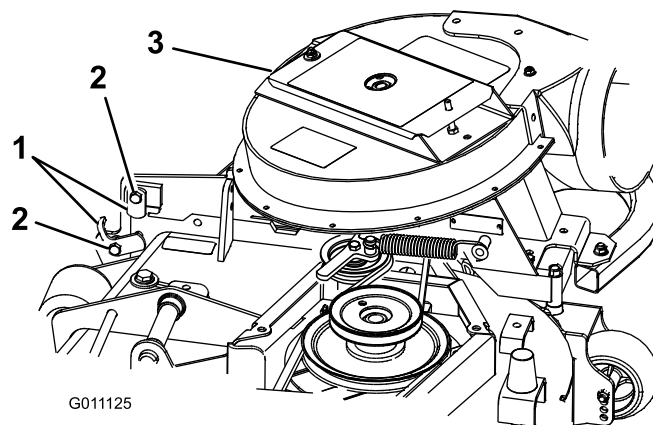

Figura 17
3. Chiudete il gruppo soffiatore per vedere se i dispositivi di fermo sono regolati correttamente. Allentate o serrate il bullone in modo che i dispositivi di fermo tengano saldamente il gruppo soffiatore contro il piatto di taglio, ma possano essere rilasciati manualmente (Figura 17).